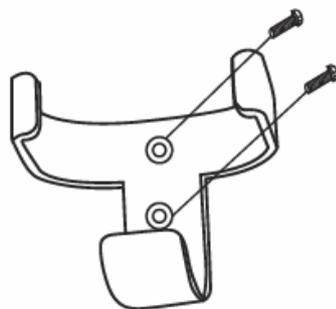

Fig. 10a
1. Repérez un mur adéquat pour fixer le support de la télécommande avec les 2 vis. (Fig. 10a).